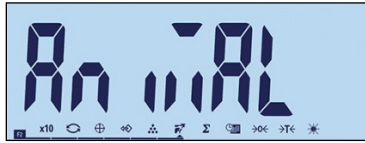

Figure 3-41 : Configuration de la touche de fonction 2
- Les touches de fonction peuvent aussi être configurées depuis l'écran d'accueil. Maintenez appuyée la touche de fonction devant être configurée afin d'accéder à l'écran de configuration (Figure 3-40, Figure 3-41).
comme sur la Figure 3-41 où Pesage d'animaux est sélectionné. Appuyez sur  pour confirmer la sélection.